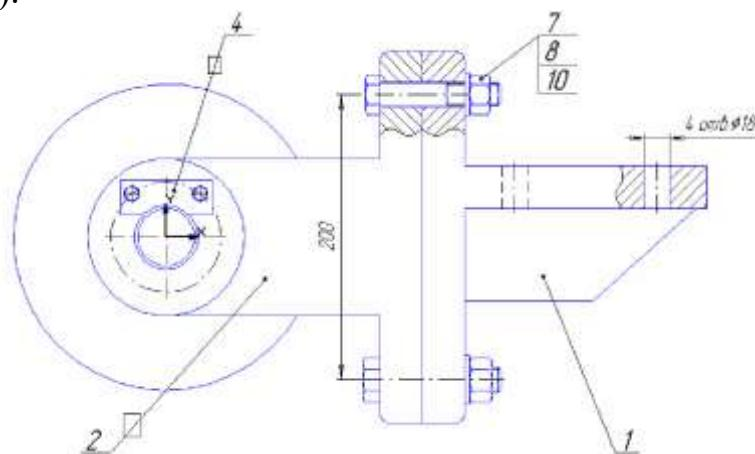

Рисунок 11.11-а
10. Самостоятельно введите на чертеж информацию об оставшихся двух деталях: Вилка и Планка (рисунок 11.11-а, 11.11-б, 11.11-г). Т.к. деталь Планка слишком мелкая, при выделении ее геометрии увеличьте масштаб изображения (рисунок 11.11-в).